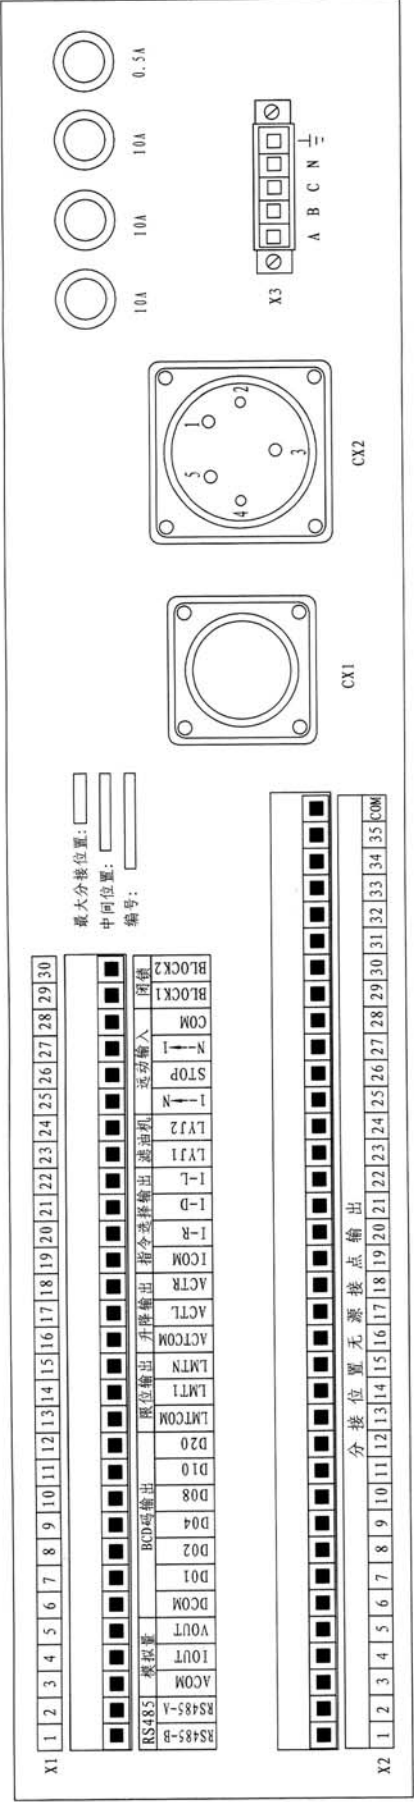

图 3 后面板布置图
后面板端子布置图如图 3 所示。后面板上印制了所有接线端子的符号及意义。
6.4 各输入、输出功能接线端子 详细说明见表 3,端子布置见图 3。